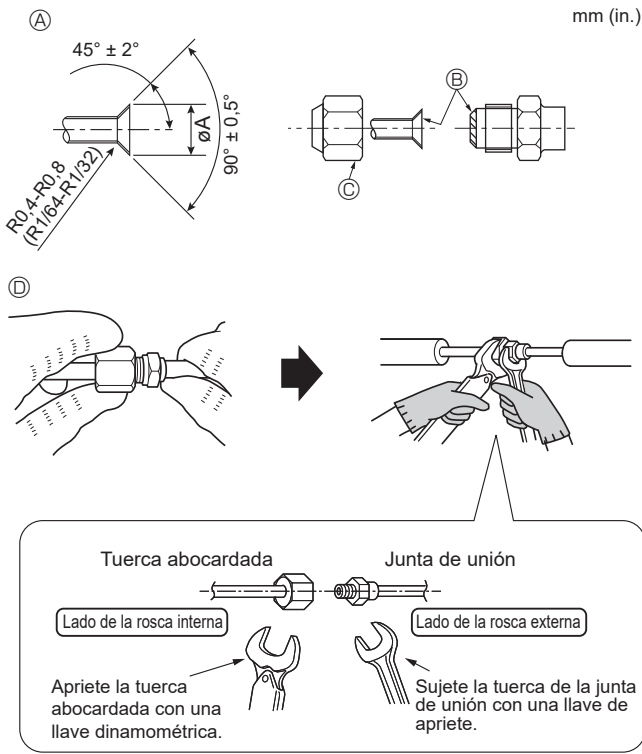

Fig. 3-1
3.1. Tubos de conexión (Fig. 3-1)